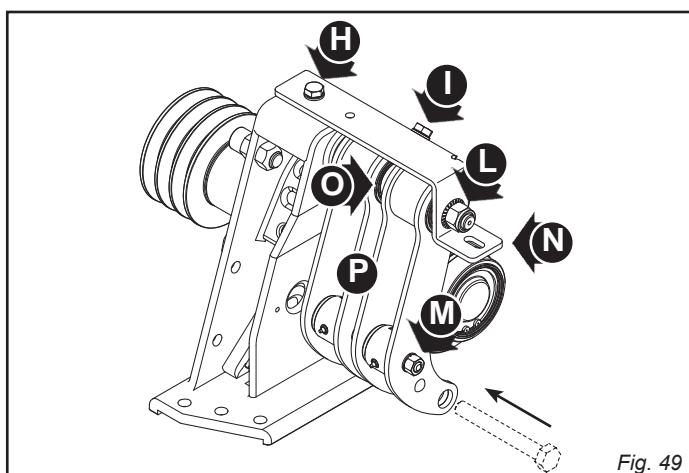

Fig. 49
- Togliere i perni di espansione (M, Fig. 49).
- Allentare e togliere le viti L, H, I (Fig. 49).
- Rimuovere il supporto (N, Fig. 49).
- Sfilare le forcelle (P, Fig. 49).
- 1) Inserire le nuove forcelle con il distanziale intermedio (O, Fig. 49).
- 4) Allineare correttamente le forcelle servendosi di una spina o vite (M20) passante (Fig. 49).